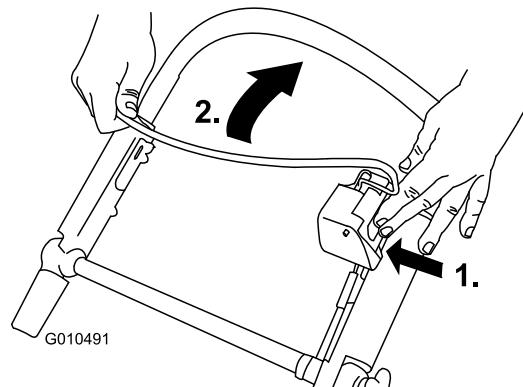

Figura 25
1. Pulse el botón de control de la cuchilla y tire de la barra de control de la cuchilla hacia el manillar (Figura 25).